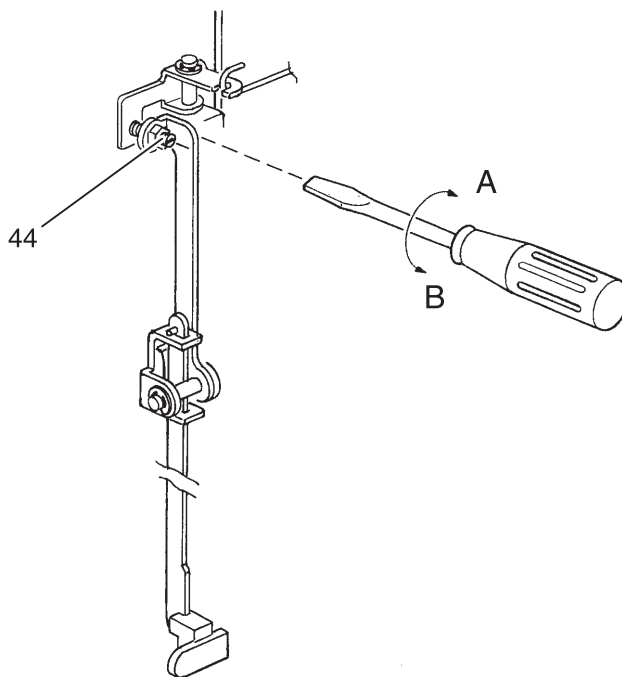

Рис. 42
- Если длина петли больше требуемой, слегка поверните винт 44 в направлении “А” (рис. 42).